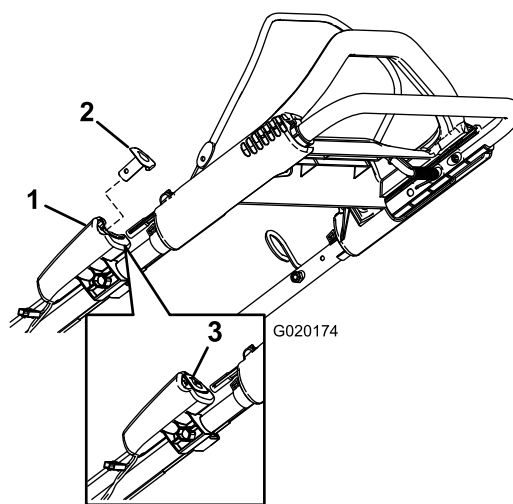
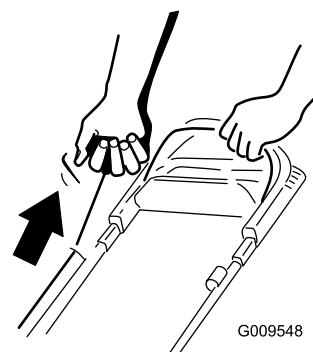

Рисунок 17
Рисунок 18
- Нажмите кнопку электрического стартера (Рисунок 17) или без усилия потяните на себя рукоятку механического стартера (Рисунок 18) до ощущения сопротивления, затем резко потяните рукоятку на себя и дайте ей медленно вернуться в направляющую троса на рукоятке.